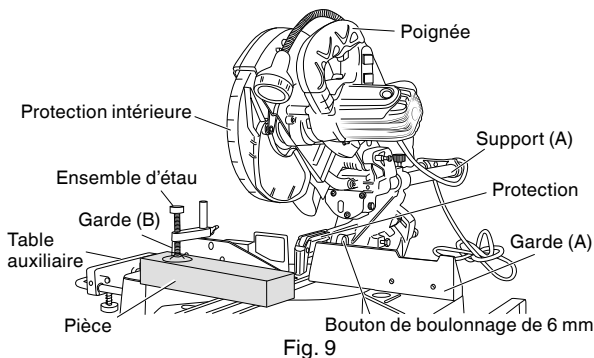

Fig. 9
Le support (A) a une protection (voir Fig. 9) dans laquelle une rainure doit être coupée lors de l'utilisation de l'outil pour la première fois. Desserrer la vis moletée de 6 mm de façon à ce que la protection rentre légèrement.